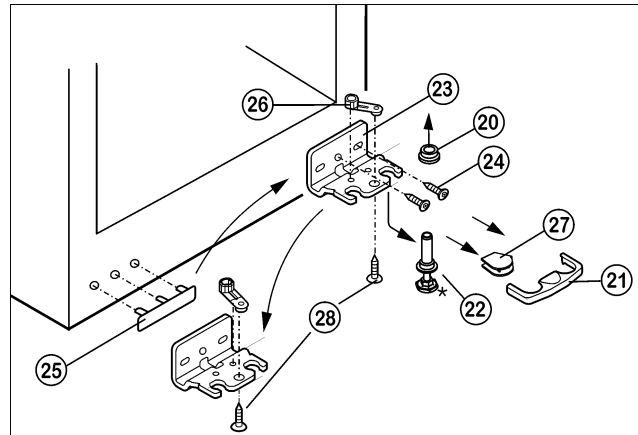

Fig. 9
- ▶ Træksikringen Fig. 9 (21) af fremad.
- ▶ Trækafdækningen Fig. 9 (27) af.\*
- ▶ Skrustillefoden Fig. 9 (22) helt ind.
- ▶ Træk lejebolten Fig. 9 (22) ud nedad og fremad. Vær opmærksom på hængselbøsningen Fig. 9 (20).
- ▶ Skrulejekonsollen Fig. 9 (23) af (2 x Torx 25) Fig. 9 (24).
- ▶ Skrulejedelen Fig. 9 (26) af (1 x Torx 25) Fig. 9 (28) og flyt den over i det overfor liggende optagelseshul i lejekonsollen, skru den fast igen.
- ▶ Løft afdækningen Fig. 9 (25) på håndtagssiden forsigtigt af og flyt den.
- ▶ Skrulejekonsollen Fig. 9 (23) på igen på den nye hængsel-side eventuelt vha. en akkuskruetrækker, gennem det ydre lang- og rundhul.
- ▶ Sæt afdækningen Fig. 9 (27) på på den modsatte side.\*
- ▶ Sæthængselbøsningen Fig. 9 (20) på.
- ▶ Sæt døren oppefra på lejebolten fornedet Fig. 9 (22).
- ▶ Justér døren, eventuelt vha. de to langhuller i lejekonsollen fornedet Fig. 9 (23), så den flugter i forhold til apparatkabinettet. Ved apparater med selvluk skrues den midterste skrue eventuelt ud.